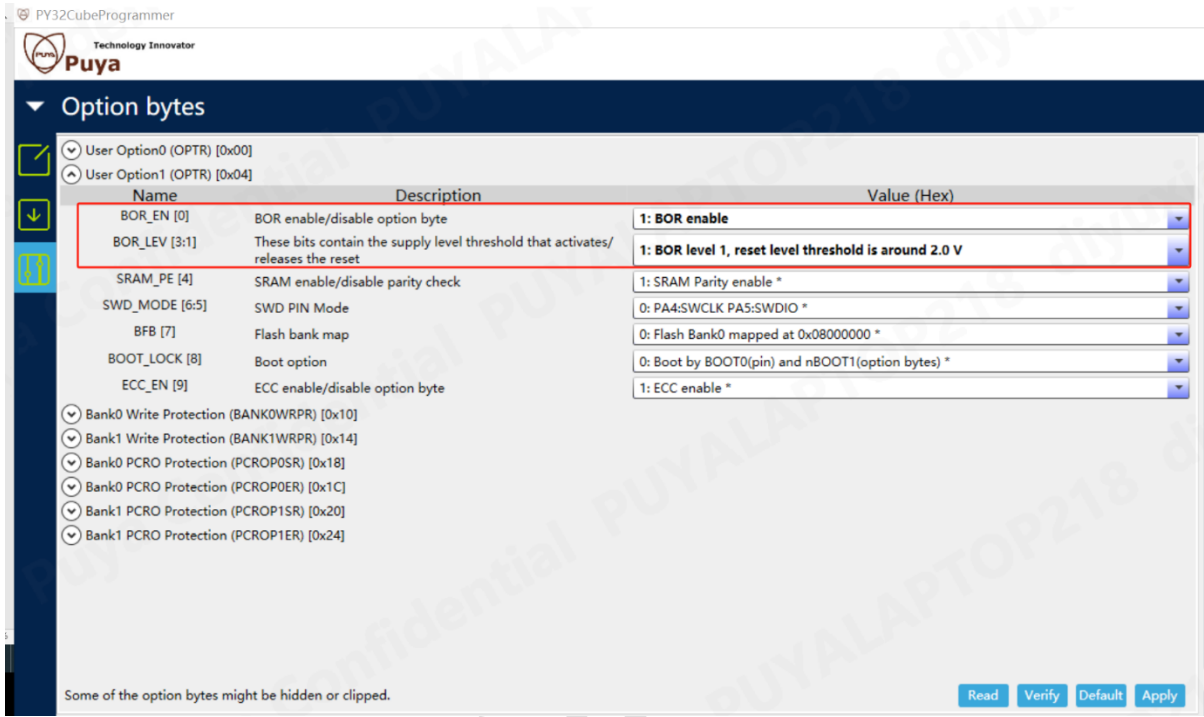

图 9-1
- 配置 User Option1 中的 BOR 相关选项时，如果选择使能 BOR_EN，则需将 BOR_LEV 配置为 BOR level1 及以上的选项。如图 9-1 所示，使用 PY32CubeProgrammer 时配置 BOR 相关选项。